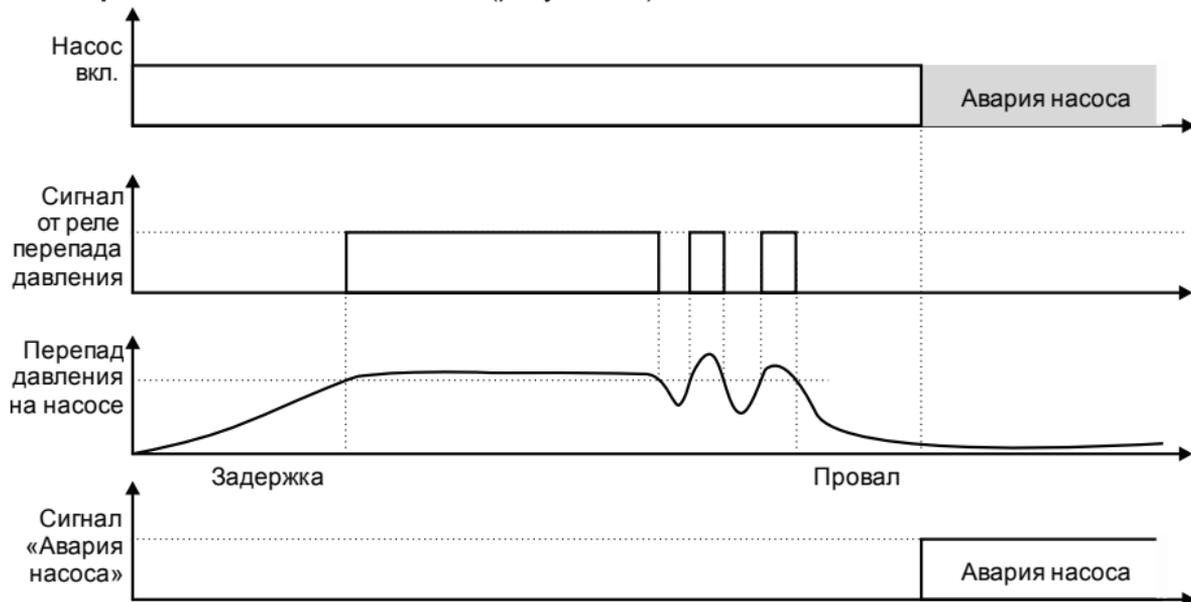

Рисунок 3.2 – Обработка сигнала от датчика перепада давления ($\Delta P_1/\Delta P_2/\Delta P_3$)
1) Нет перепада давления на насосе (рисунок 3.2).